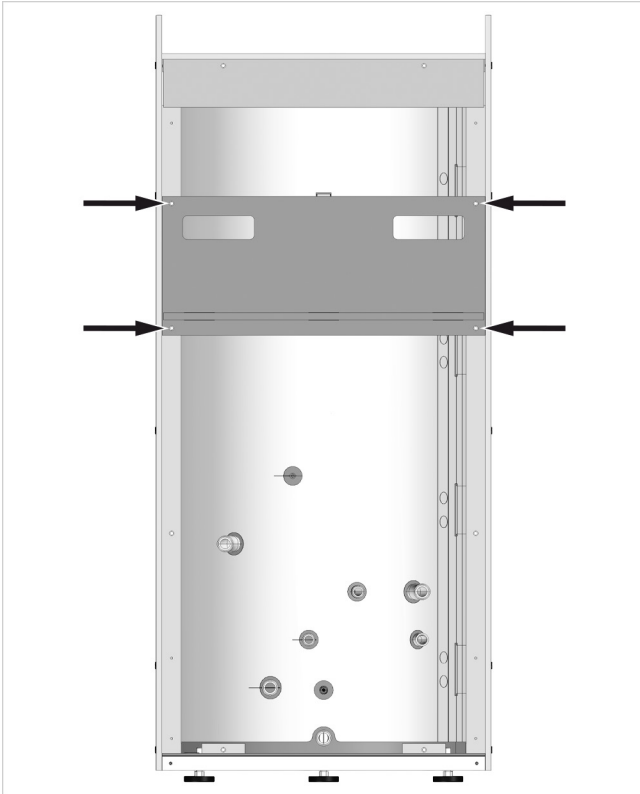

Abb. 6: Transportbrett demontieren
2. Im Aufstellungsraum die an der Frontseite vor dem Speicher für den Transportschutz montierten Bretter vor dem Speicher entfernen (siehe → *Abb. 6, S. 9*). Die als Halter verwendeten O-Ringe abziehen, um die Bretter zu trennen.